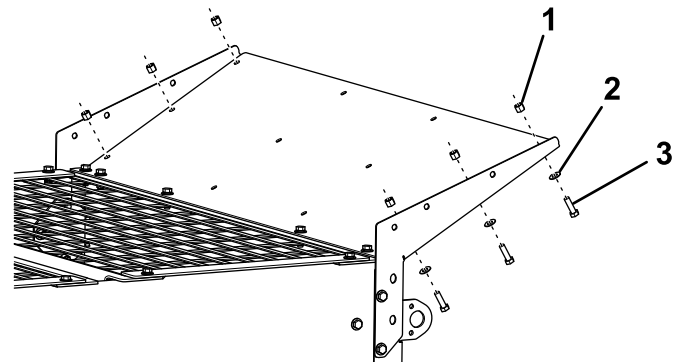

**Figure 3**
5. Fixez la plaque principale de la protection anti-déversement sur la trémie à l'aide des rondelles, des rondelles de blocage fendues et des boulons retirés précédemment (Figure 3).